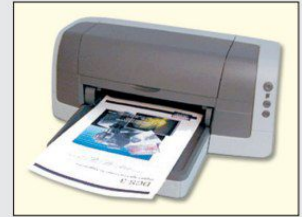

Bild 1: Tintenstrahldrucker
1. Welche Argumente sprechen bei einem Beratungsgespräch für den Einsatz eines Laserdruckers anstatt der Verwendung eines Tintenstrahldruckers (**Bild 1**)?